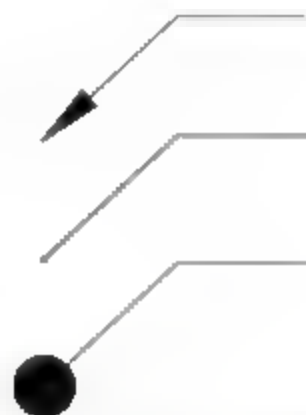

图5-18 引线样式
- 引线：用于设置快速引线标注（命令：LE）中的箭头样式，如图5-18所示。